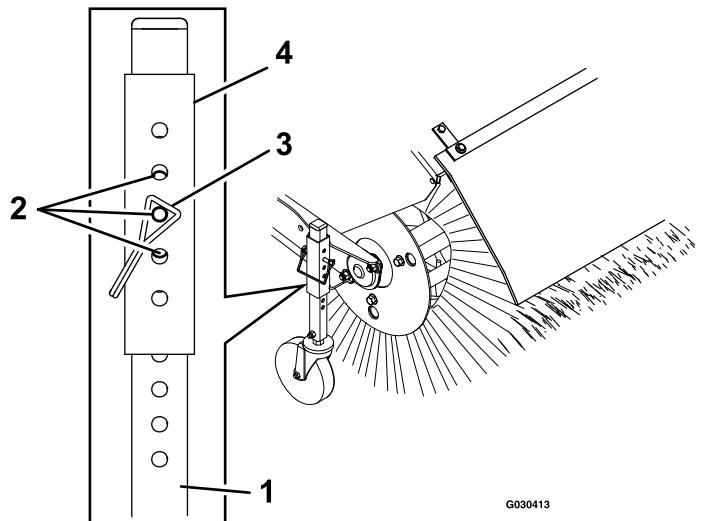

Figura 9
- Per regolare l'altezza della spazzola, rimovete e conservate il perno del manicotto del regolatore e il tubo della ruota orientabile (Figura 9).
- Per le regolazioni maggiormente di precisione, fate scorrere il manicotto del regolatore in su o in giù di 1 foro del perno sul tubo della ruota orientabile per regolare l'altezza della spazzola in incrementi di 3 mm (Figura 9). Ripetete le fasi da 3 a 5 per l'altra ruota orientabile.